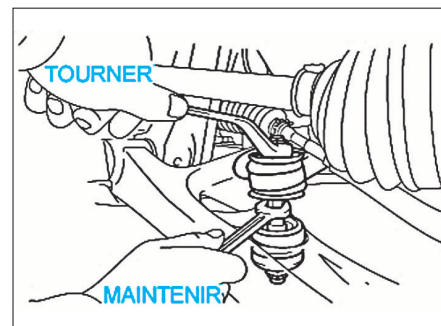

FIG. 7
- Désaccoupler la bielle de barre stabilisatrice du triangle inférieur (Fig.7).
- la biellette de barre stabilisatrice (Fig.7).